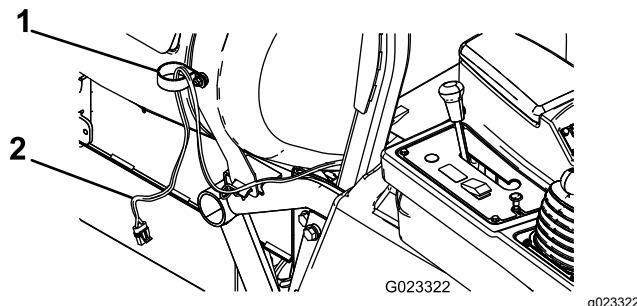

Figura 2
4. Fixați o clemă R mică la urubul de fixare cu ajutorul unei piulie cu guler ($\frac{3}{8}$ " aa cum se arată în Figura 2.
5. Introduceți capătul furtunului de alimentare cu tambur al cablului prin clemă R aa cum se arată în Figura 2.